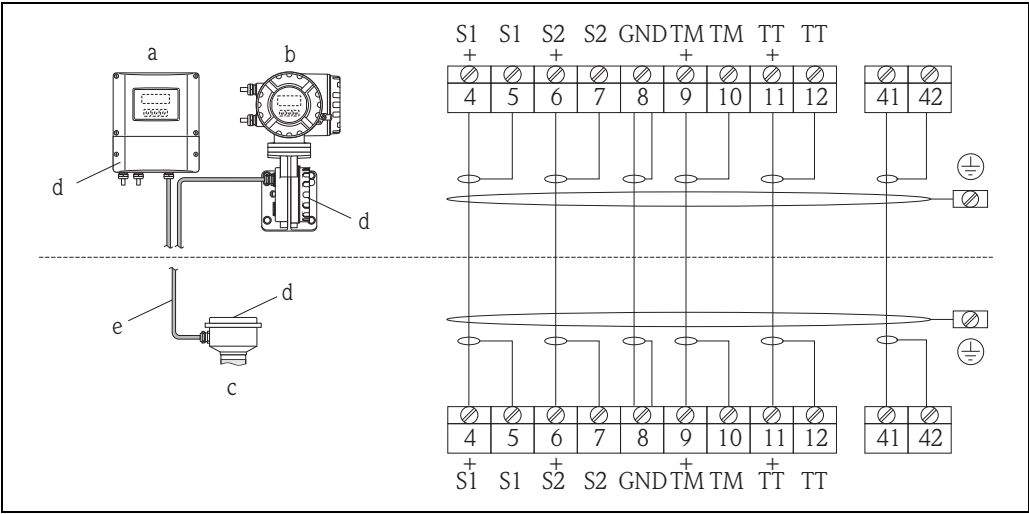

图 21: 分体式仪表的电气连接示意图
3. 参考接线图 (→ 图 21，或螺纹外壳盖内的接线图) 连接传感器和变送器。